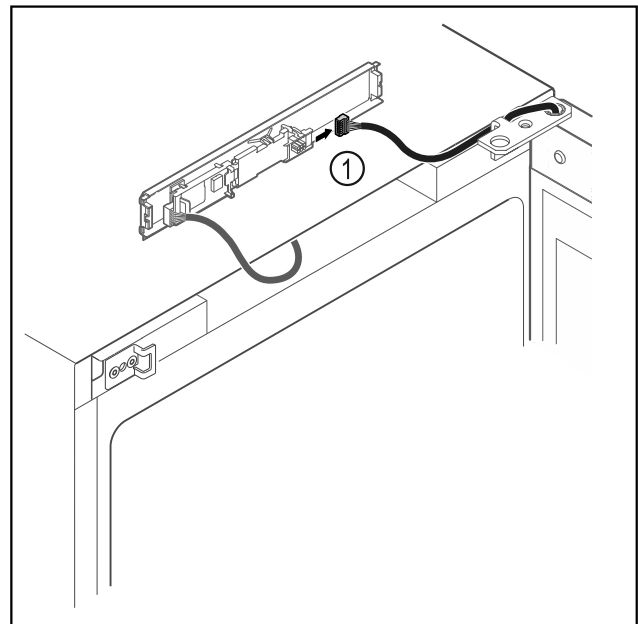

Fig. 16
- ▶ Stekker Fig. 16 (1) van printplaat loskoppelen.